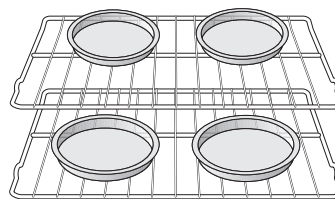

Fig. 41 Espacement des ustensiles de cuisson sur plusieurs grilles
- Pour obtenir de meilleurs résultats lorsque vous utilisez 2 grilles pour la cuisson de gâteaux, placez les ustensiles sur la grille aux positions 2 et 4 (figure 41).